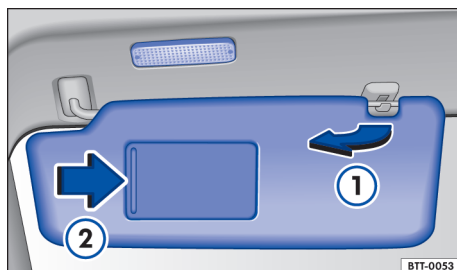

Fig. 72 Para-sol
- Retirar do suporte e girar na direção das portas → Fig. 72 ①.
No para-sol rebatido para baixo há um espelho de cortesia atrás de uma cobertura. Ao abrir a cobertura → Fig. 72 ② uma lanterna se acende.